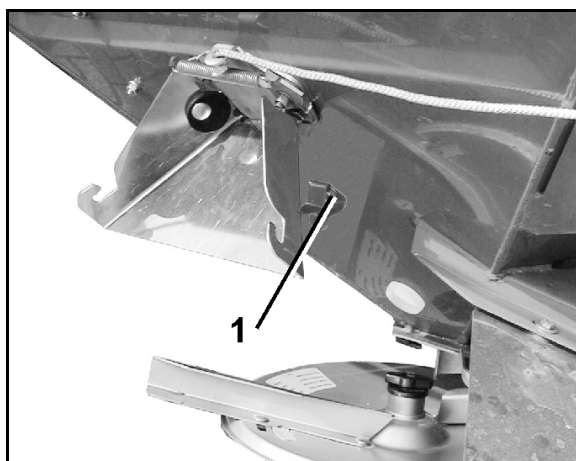
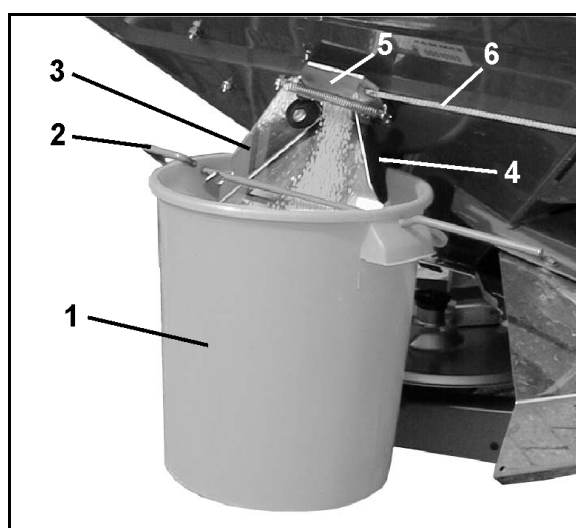

Bild 52
Bild 53
- Haka fast uppfångningsbehållaren (Bild 53/1) med handtag (Bild 53/2) på utloppsrännan (Bild 53/3). Haka i uppfångningsbehållaren i klämanordningen (Bild 53/4 o. Bild 52/1).
- Öppna sidospjällen (Bild 53/5) på utloppsrännan helt i ca 5 sek. med hjälp av rep (Bild 53/6) (för att säkerställa regelbundet gödselutflöde). Härefter hålls den uppfångade gödselmängden tillbaka i spridaren.